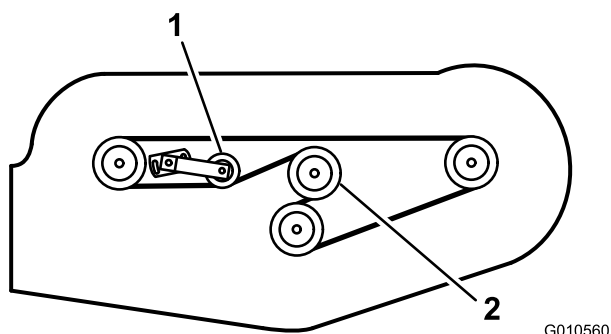

Figura 31
6. Instale a nova correia em redor da polia da caixa de engrenagens, polias do eixo, polia intermédia estacionária e polia intermédia ajustável (Figura 31).